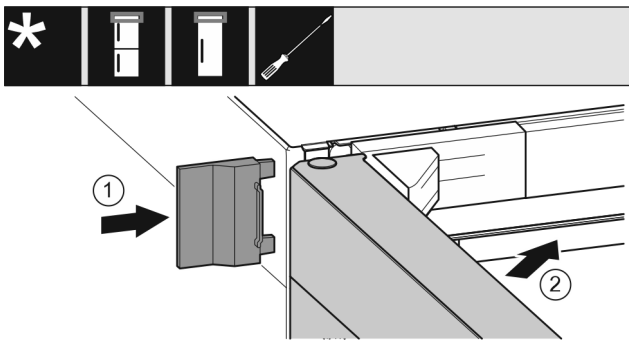

Fig. 24
- ▶ Shtyni kapakun mbulues të jashtëm. *Fig. 24 (1)*
- ▶ Mbyllni derën lart. *Fig. 24 (2)*